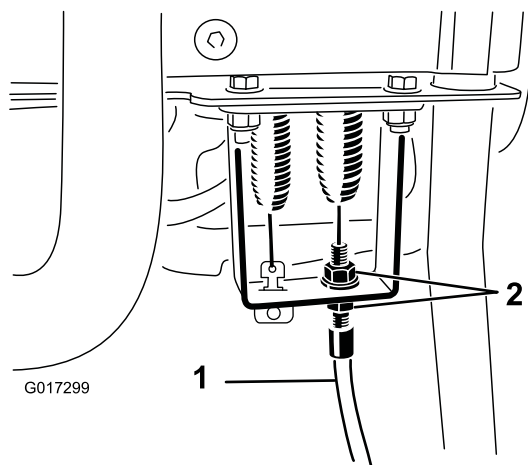

Figura 52
4. No anteparo da pega do controlo, desaperte o cabo de controlo do cilindro até que haja uma folga no cabo (Figura 52).